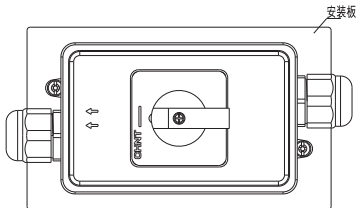

图12 LW32-20小面板带防护外壳板前安装示意图
6.2.7 LW32-20小面板带防护外壳产品板前安装方法(见图12)